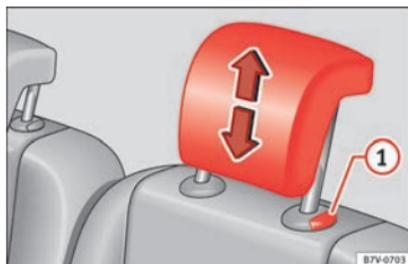

Fig. 151 Ajuste do encosto de cabeça da segunda ou terceira fila de bancos.
- Suba o encosto de cabeça na direção da seta ou baixe-o »»» **Fig. 150** ou »»» **Fig. 151** pressionando o botão »»» em **Desmontar e montar os encostos de cabeça** na página 154.